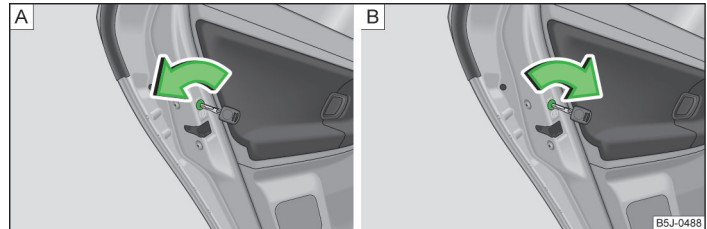

Abb. 10 Kindersicherung einschalten: für Fahrzeuge ohne bzw. mit Zentralverriegelung
- Bei Fahrzeugen ohne Zentralverriegelung den Schlitz der Sicherung an der linken Tür entgegen dem Uhrzeigersinn drehen » Abb. 10 - **A**, an der rechten Tür im Uhrzeigersinn.
» Abb. 10 - [B].